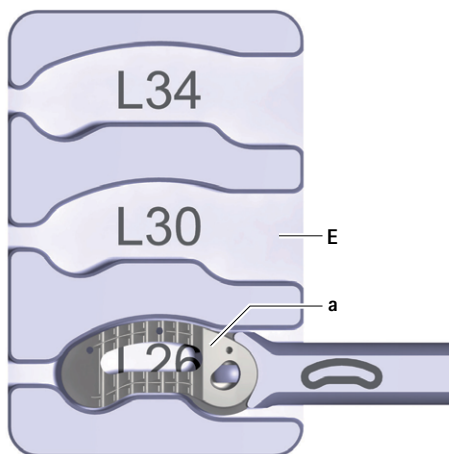

Fig. 9 Implant dans le support de remplissage
- ▶ Poser l'implant **a** dans le support de remplissage **E**, voir Fig. 9. Tenir compte ce faisant de la longueur d'implant (inscription sur le support de remplissage: L26/L30/L34).